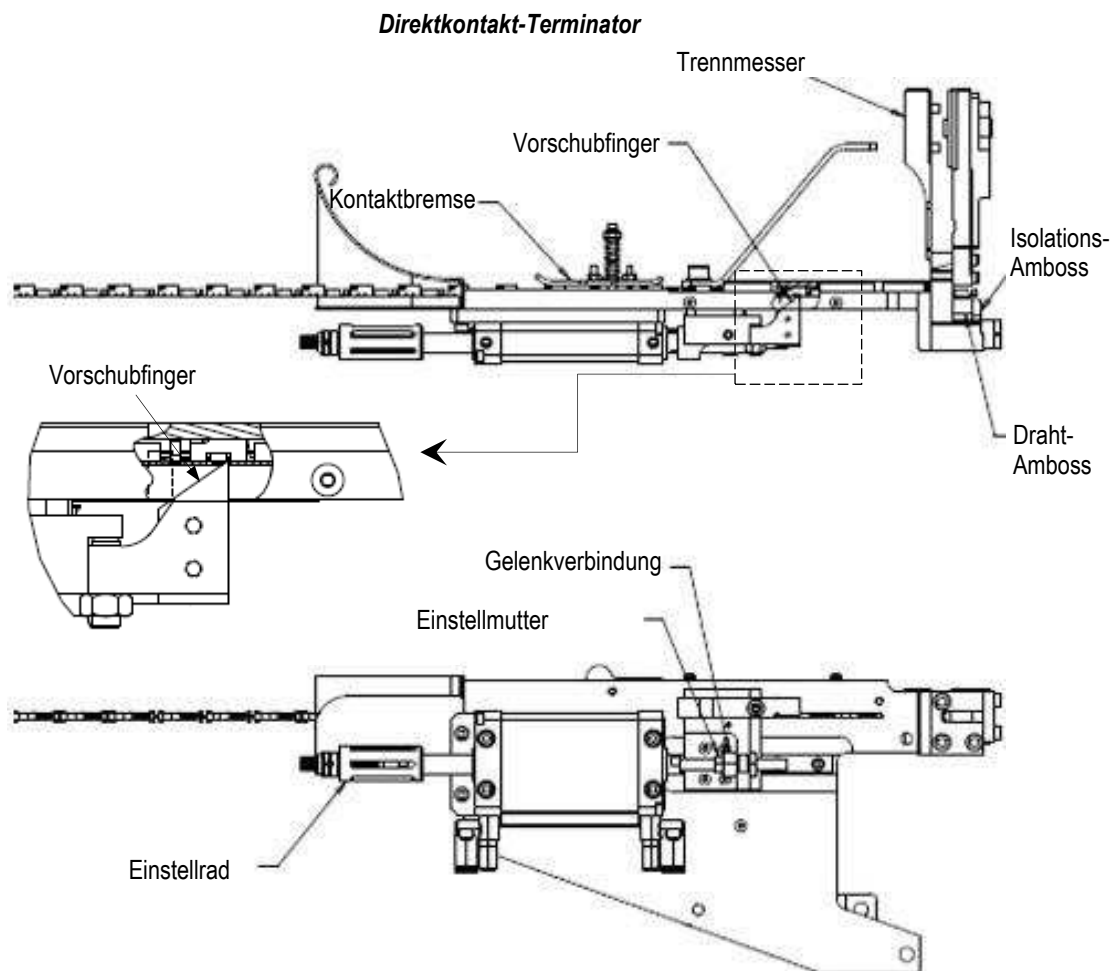

Abbildung 21
3. Schieben Sie den Kontaktstreifen nach vorn, um sicherzustellen, dass die Kontakte über dem Vorschubfinger hinaus „einrasten“, und ziehen Sie dann den Kontaktstreifen nach hinten, um sicherzustellen, dass der Vorschubfinger fest am Kontaktstreifen sitzt (siehe Abbildung 21).